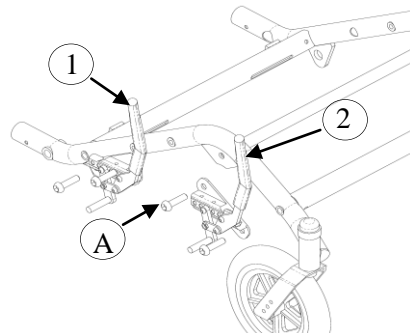

Figure 32 – Emplacement du système de frein
1. Déterminer la position des freins (Figure 32) :